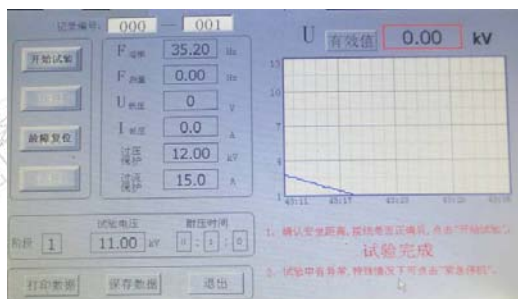

图11
(18) 当 $U_{\text{谐振}}$ 电压降压0时，右下角提示“试验完成”，显示界面如图11。